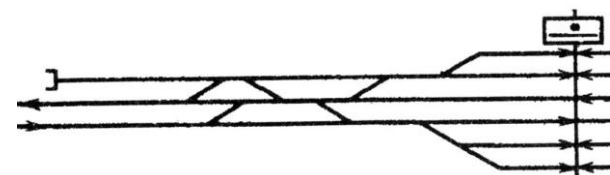

Рисунок 14
- 3 На схематическом плане станции (рисунок 14) произведите: